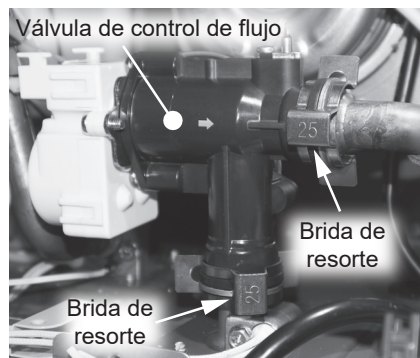

Figura 176 - Retiro de las bridas de resorte de la válvula de control de flujo
lado en un lugar seguro para volver a instalarlas. Consulte la Figura 176.
21 Ubique las dos (2) bridas de resorte que se retiraron anteriormente en el **Paso 15**. Instale bridas de resorte en la válvula de control de flujo para fijarla a las conexiones de las tuberías. Consulte la Figura 176. Verifique que las conexiones de agua estén firmes y que no tengan fugas.